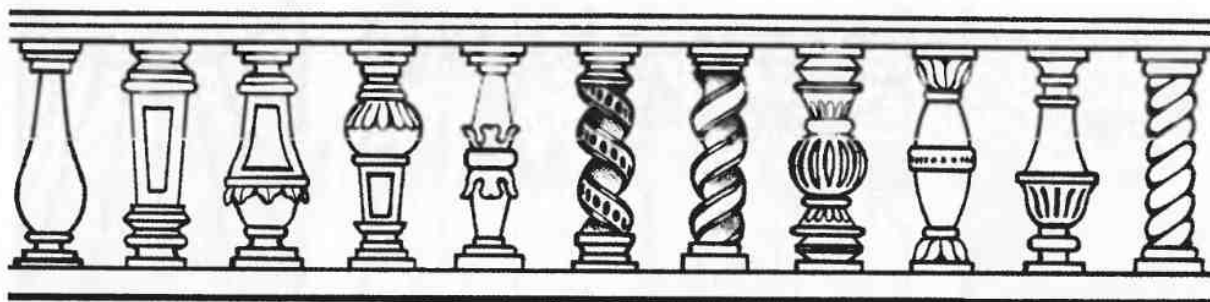

Рис. 568. Примеры резных и точеных балясин
**Балясина** — фигурная или резная стойка (столбик) ограждения лестниц, террас, балконов (рис. 568).